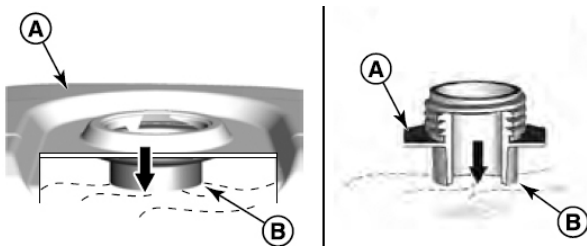

Abb. 8: Kraftstoff einfüllen
Schritt 2: Füllen Sie den Kraftstofftank (Pos. A, Abb. 8) mit Kraftstoff. Um eine Kraftstoffausdehnung zu ermöglichen, darf nicht über dem Boden des Kraftstofftankstutzens (Pos. B, Abb. 8) gefüllt werden.